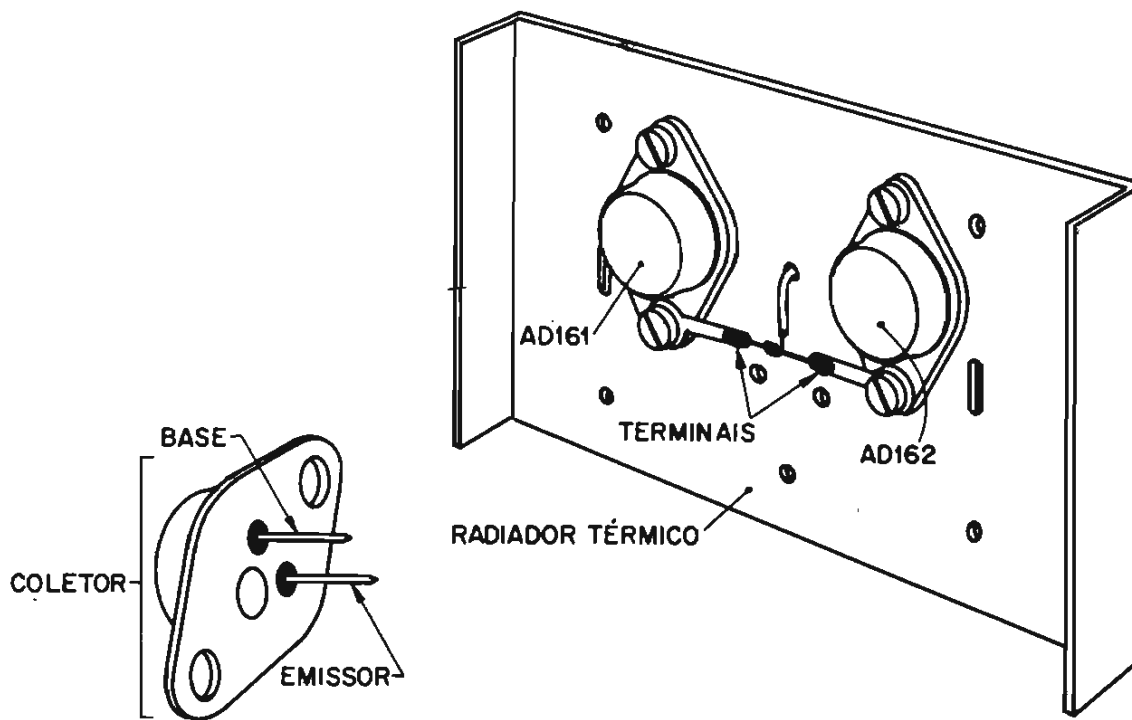
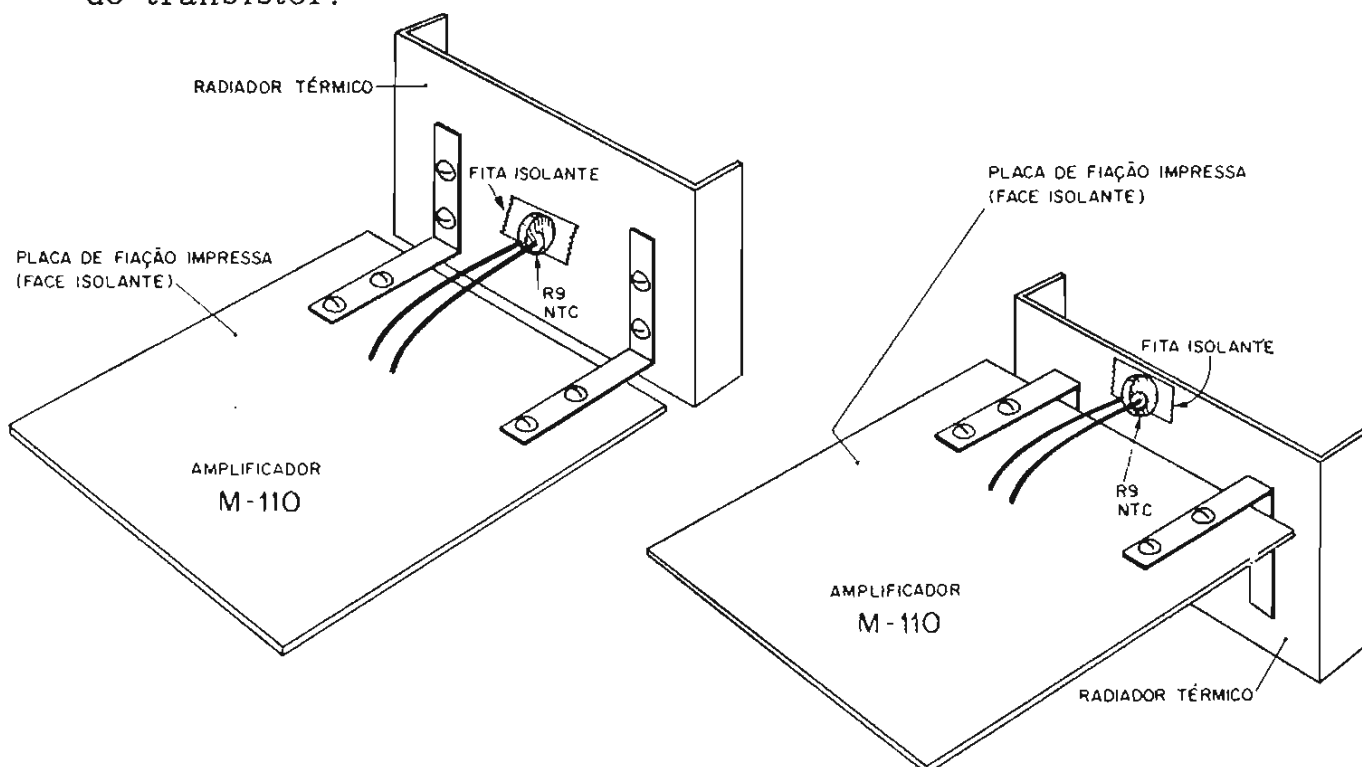

Figura 10 - Identificação dos terminais e colocação de T₅ e T₆ no radiador térmico.
Figura 12 - Fixação do radiador
- 13 - Monte os transistores AD161 e AD162 no radiador térmico preto. Observe a posição dos transistores na figura 10; a furação do radiador dará a orientação correta.
Antes de fazer a montagem passe graxa de silicone ou vaselina comum na parte inferior de cada transistor (esta área ficará em contato com o radiador térmico). Fixe os transistores T₅ e T₆ no dissipador usando parafusos de 4mm de diâmetro, colocando entre o parafuso e o transistor o terminal de contato de coletor, como indicado na figura 10.
14 - Interligue e solde os extremos livres dos terminais fixados na operação anterior (indicado na figura 10).
16 - Fixe o radiador na placa de fiação impressa por meio de dois suportes em "L" colocando 4 parafusos e porcas de 3mm no radiador, conforme figura 12.
ATENÇÃO - Os suportes devem sempre ser colocados na face isolante da placa. Na figura 12 estão indicados dois modos de posicioná-los. Note que os transistores T₅ e T₆, (figura 10) invertem sua posição.